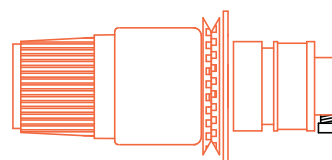

Figura 2-4
2. Dirigete il filo giù verso la ruota del tenditore principale (vedete Figura 2-4).